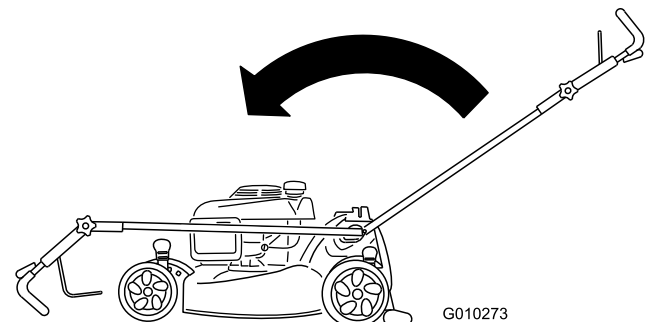

Figuur 37
2. Zet de handgreep rechtop (Figuur 37).